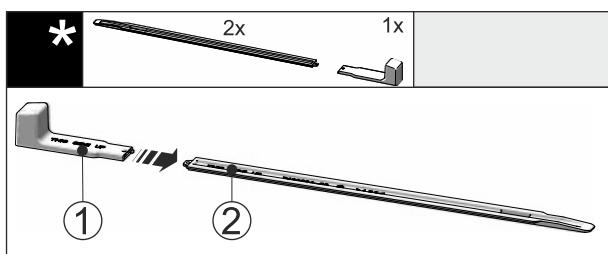

Fig. 54
- Вставьте монтажную ручку Fig. 54 (1) в выравнивающую рейку Fig. 54 (2).